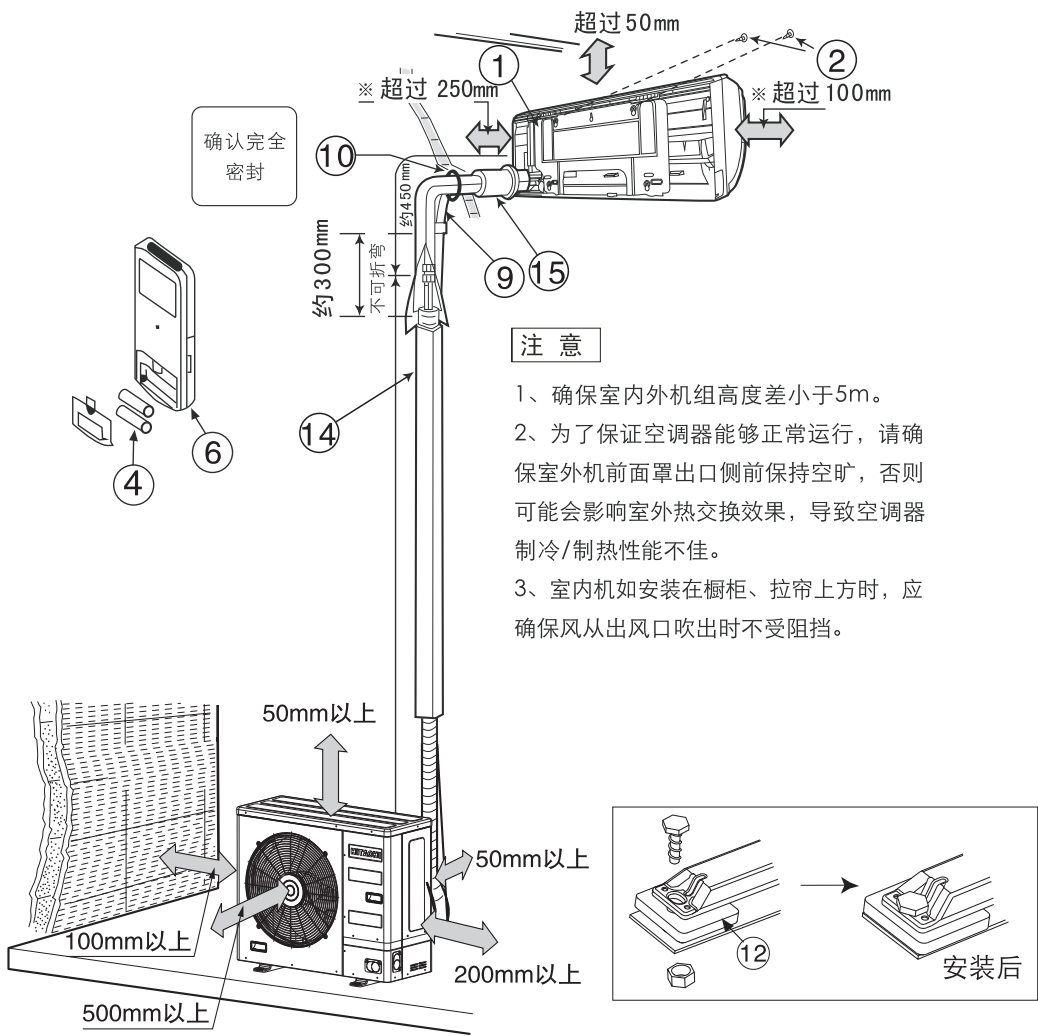
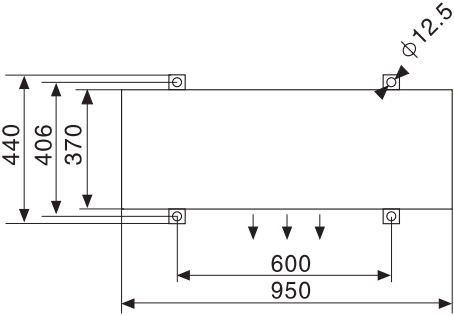

图1
图2
- 1 示图1是管道后出连接安装成形
- 2 根据总装示图1结合对应附件按要求牢固安装。
- (1) 为了便于修理，室内机组旁边应如图1所示保留空间。
- (1) 室外机的安装必须保留大于如图1所示的距离，并尽可能远离障碍物，避免任何障碍物妨碍通风系统。
- (2) 尽量安装于房屋的东或北方。如装于南或西方是无可避免时，应有遮盖物遮盖。
- (3) 最好不要安装在污秽或雨淋的地方。
- (4) 尽量靠近室内机组安装。
- (5) 室外机外形尺寸及安装固定孔位置见图2
- (6) 机器的安装面，应满足GB17790-2008中4.3.3章